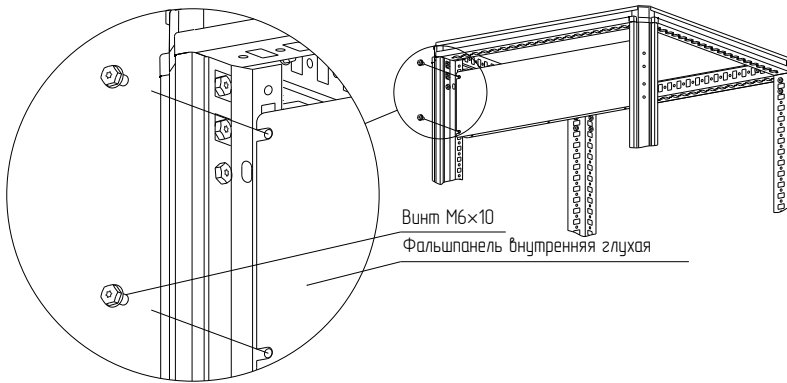

Рисунок 20
– вариант 1. Винтами М6×10 (Рисунок 20). Момент затяжки – 7 Н·м. Винты приобретаются отдельно;